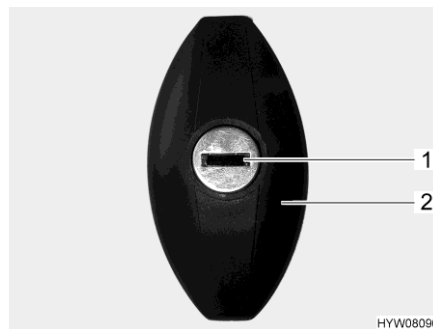

Fig. 58 Serratura dello sportello (ellittico, chiuso)
- Inserire la chiave nel cilindro della serratura (Fig. 58,1) e ruotare in senso antiorario di un mezzo giro. La maniglia della serratura (Fig. 58,2) scatta all'infuori.